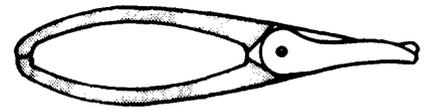

Fig. 1
a) Tijera de láminas estrechas, para cortes rectos y curvos de radio pequeño (fig. 1).